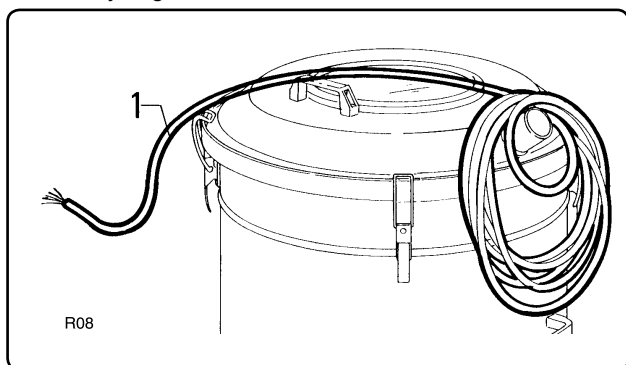

Fig. 5.2.1
5.2 - Tilslutning til strømforsyningen (fig. 5.2.1)
Støvsugeren er udstyret med en ledning "1" fig. 5.2.1. Denne ledning har ikke noget stik.